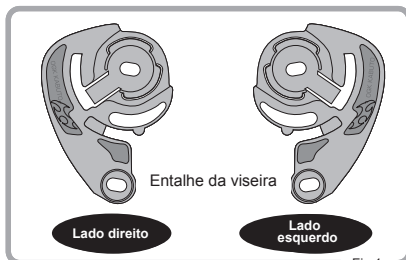

Fig. 1
- 1 Começar por verificar a face lateral dos entalhes da viseira, conforme representado na Fig. 1.